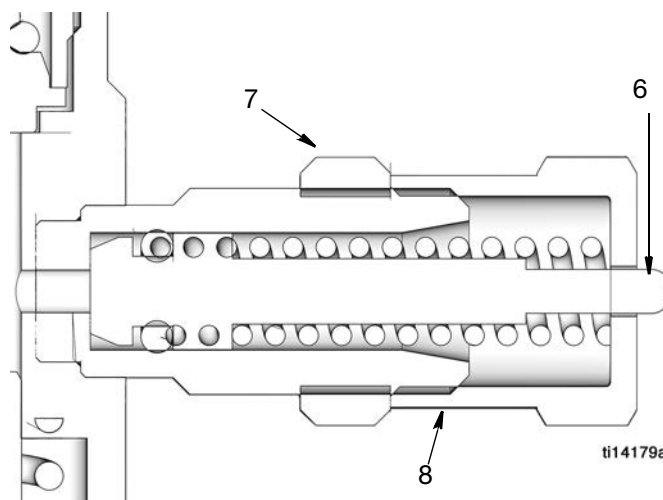

FIG. 1
Les numéros de référence se réfèrent à des pièces (FIG. 1 et page 4).
Pour éviter toute défaillance du composant, l'écrou de réglage (8) ne doit pas être desserré au-delà de la position complètement rétractée du piston (6). Voir FIG. 1.